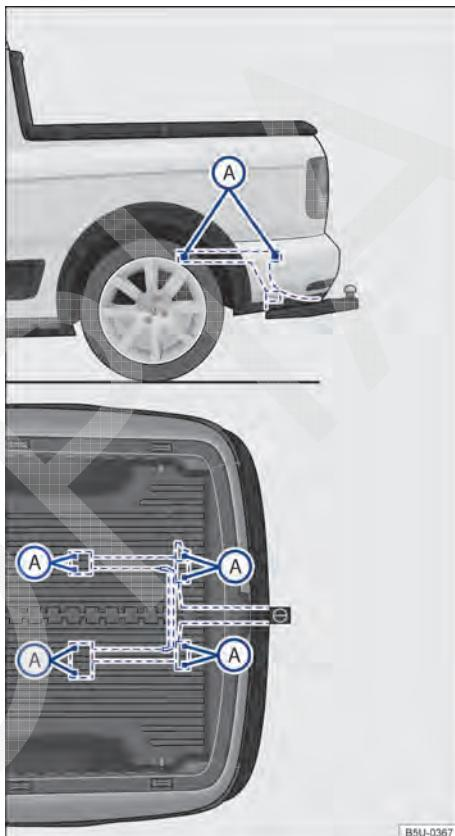

Fig. 96 Pontos de fixação para instalar um dispositivo de reboque posteriormente.
A figura → **Fig. 96** ilustra, como exemplo, o ponto de fixação para instalar um dispositivo de reboque do modelo Nova Saveiro.
A montagem posterior de um dispositivo de reboque deverá ser efetuada de acordo com as instruções do respectivo fabricante do engate, sempre respeitando os pontos de fixação indicados na → **Fig. 96** (A).